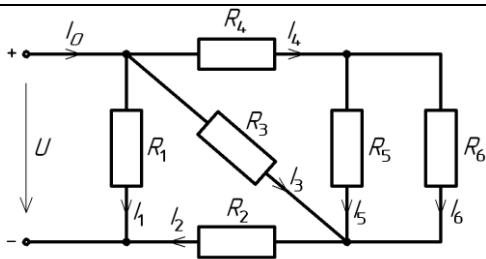

Рис. 1
**Задача 1.** Для схемы (рис. 1) простой электрической цепи требуется: